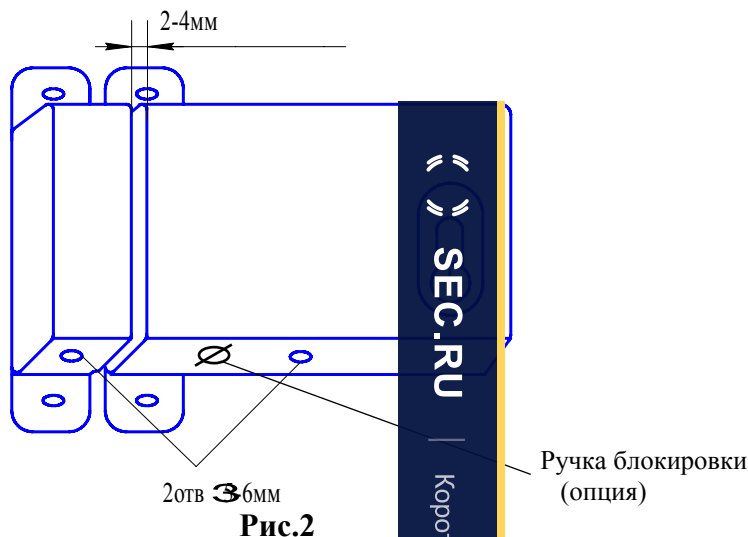

Рис.2
4.3. При установке защёлки на ворота или калитки желательно защитить защёлку от прямого попадания осадков. При невозможности обеспечить такую защиту необходимо, для предотвращения скапливания воды внутри защёлки, просверлить в нижней стенке корпуса защёлки отверстие диаметром 5-6мм (рис.2.).
5.1. Для включения блокировки необходимо при закрытой двери повернуть ручку блокировки по часовой стрелке до упора (рис.2).
4.2. Для четкой работы защёлки зазор между защёлкой и запорной планкой при закрытой двери должен составлять 2-4мм (Рис.2). Зазоры должны свободно входить в отверстия в запорной планке